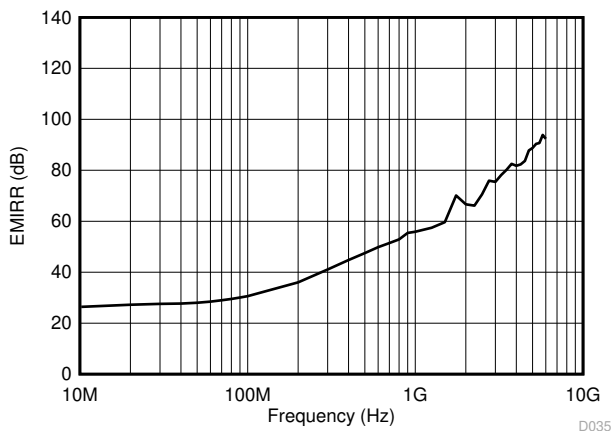

图 6-28. 以同相输入为基准的电磁干扰抑制比 (EMIRR+) 与频率间的关系
德州仪器 (TI) 已经开发出在 10MHz 至 6GHz 扩展宽频谱范围内准确测量和量化运算放大器抗扰度的功能。图 6-28 图说明了 LM3xxLV 系列的 EMI 滤波器在很宽的频率范围内的性能。更多详细信息请参阅可从 [www.ti.com](http://www.ti.com) 下载的 运算放大器的 EMI 抑制比。